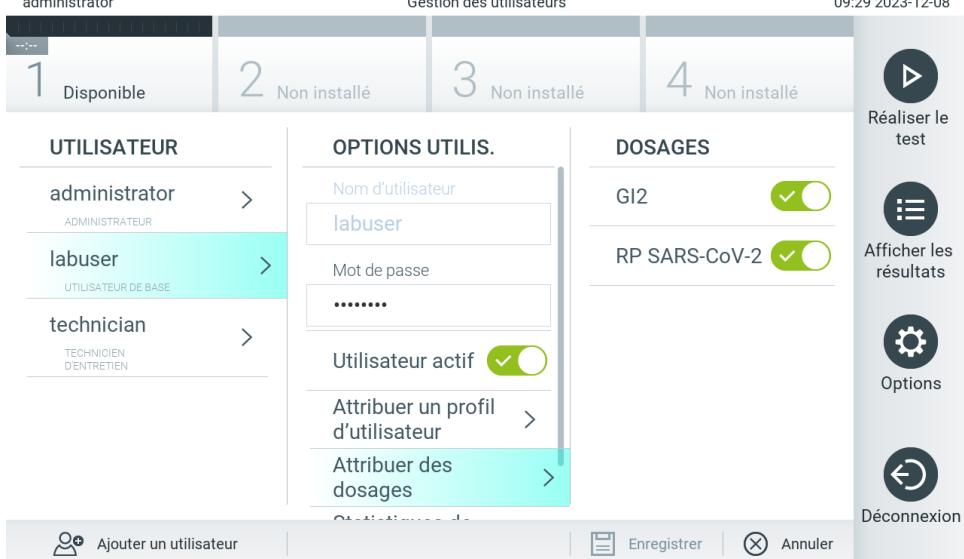

Figure 53. Attribuer des dosages aux utilisateurs.
- **Assign Assays (Attribuer des dosages)** : Permet de définir les dosages de la base de données des dosages que l'utilisateur peut exécuter. Sélectionnez les dosages dans la liste située à droite de la zone de contenu (figure 53)